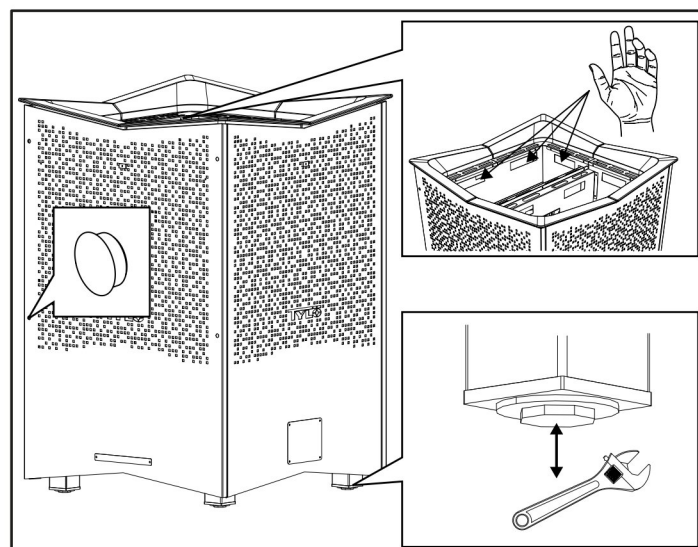

Figura 17: Regolare i piedini e montare i tappi di copertura
13. Per garantire la stabilità del riscaldatore, regolare i piedini e posizionarlo correttamente, come illustrato nella Figura 17. Posizionare il riscaldatore rispettando le misure di sicurezza indicate nella Figura 3.